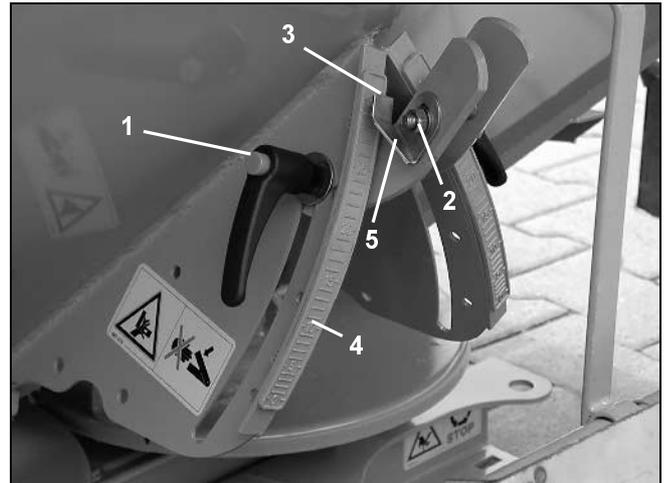

Fig. 49
- Klemmhebel (Fig. 49/1) des Stellhebels lösen.
- Zeigerbefestigung (Fig. 49/2) lösen.
- Zeigerablesekante (Fig. 49/3) auf Einstellwert "11" der Skala (Fig. 49/4) einstellen und Zeiger (Fig. 49/5) in dieser Position am Stellhebel befestigen.